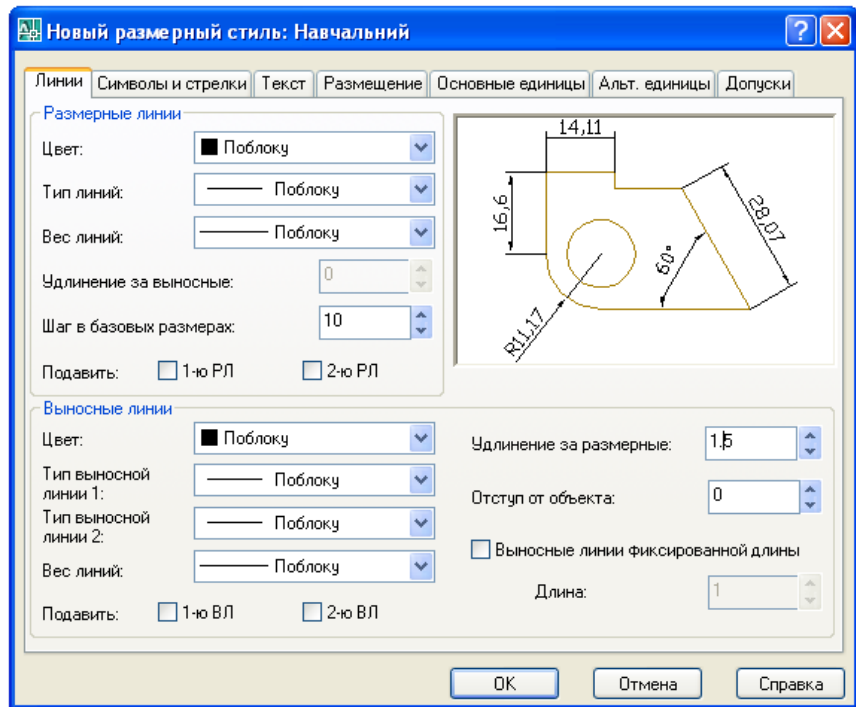

Рис. 1.39. Вид розмірного стилю по закладці «Линии»
– по закладці «Линии» – змінити «Отступ от объекта», установити 0 (рис. 1.39)